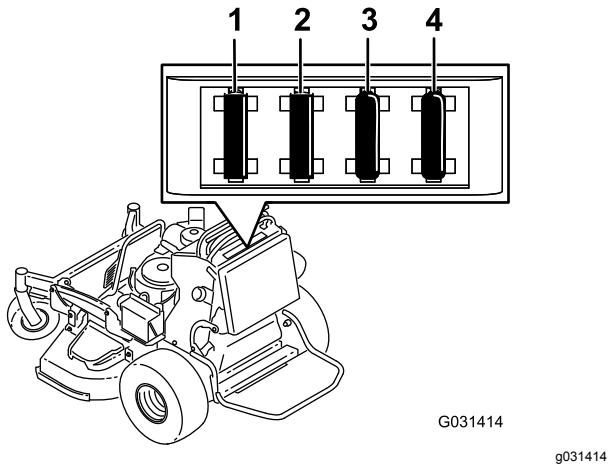

Figura 50
2. Estraete il fusibile per toglierlo o sostituirlo (Figura 50).
Nota: Verificate che la dimensione del fusibile sia corretta Figura 50.